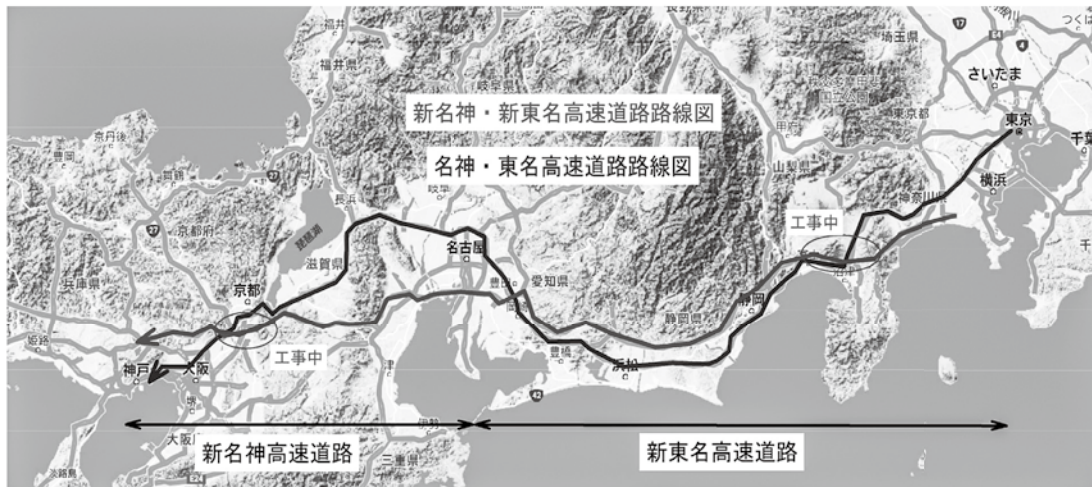
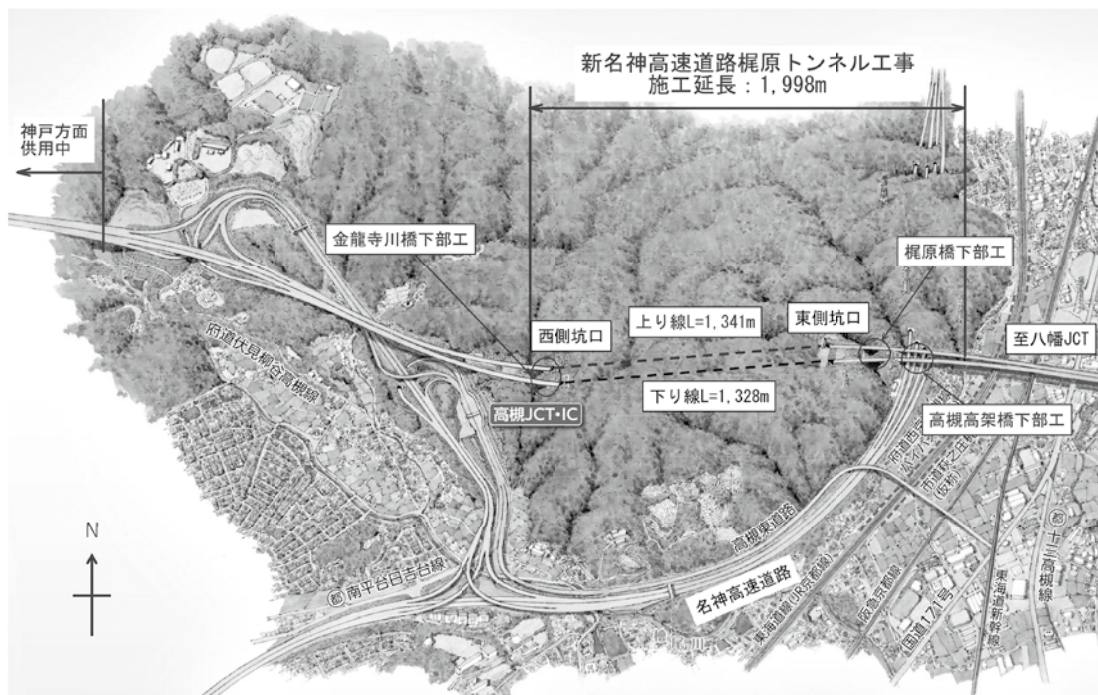

図1 見学工事エリア 配置図
図2 見学工事エリア 全体平面図
当工事は、大都市間ネットワークの強化と大規模災害発生時のネットワーク多重化を目的として進められている新東名・新名神高速道路建設事業の一部をなすもので、名神・新名神が交差交流する高槻JCT・IC近傍にてトンネル掘削を伴う道路整備を行う工事です（工事概要、配置図（図1）、全体平面図（図2）を参照）。
事務所での説明の後、現場へ移動し見学を開始しました。見学は、①高槻高架橋下部工 ⇒ ②東側坑口 の順で移動しての見学となりました（全体平面図（図2）を参照）。
① 高槻高架橋下部工
まず、供用中の名神高速道路をまたぐ形で仮設構台設置作業を進めている ①高槻高架橋下部工を案内していただきました（図2）。高速道路上の構台は、メッキ処理された覆工板上面に防水シートを張り、降雨時に錆を含んだ水を落下させない対策が取られていました（写真5）。また、風散防止対策で両側面は高いフェンスを立ち上げています（写真6：施工中）。